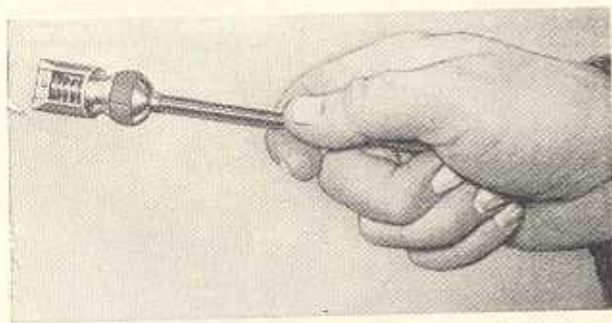

Bild F 14. Schalthebel mit eingesetzten Lagerhalbschalen
3. Vollständigen Schalthebel mit Gummiring und beiden Halbschalen (Bild F 14) in das Schaltgehäuse ein-